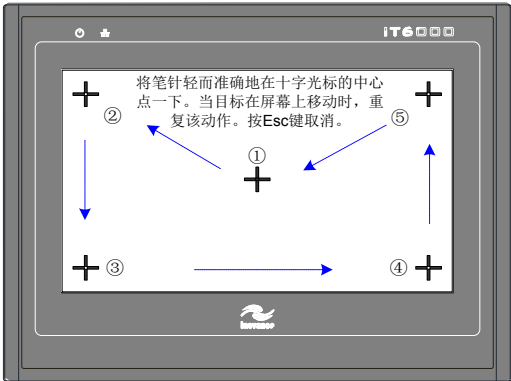

图5 校准操作过程示意图
- ◆ 进入校准模式后，屏幕中间出现一个“+”（如图5所示）。